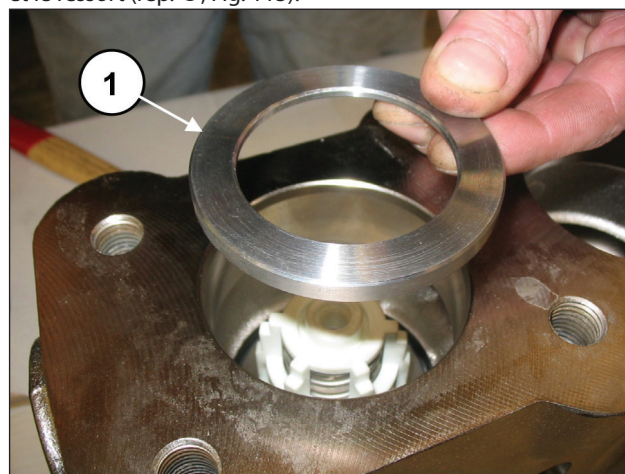
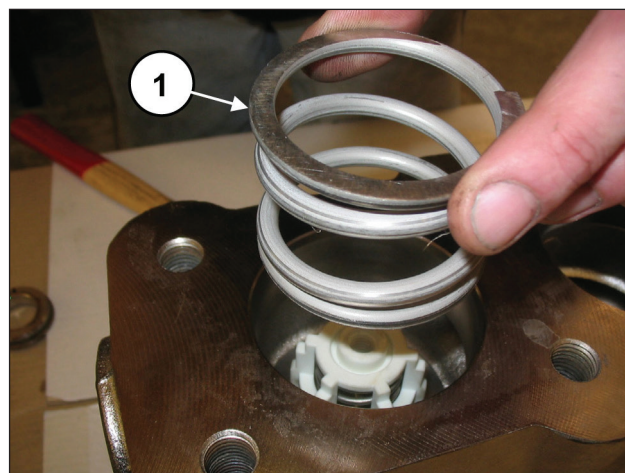

Fig. 112
Fig. 113
Placer la bague dans le siège de soupape (rep. ①, Fig. 112) et le ressort (rep. ①, Fig. 113).